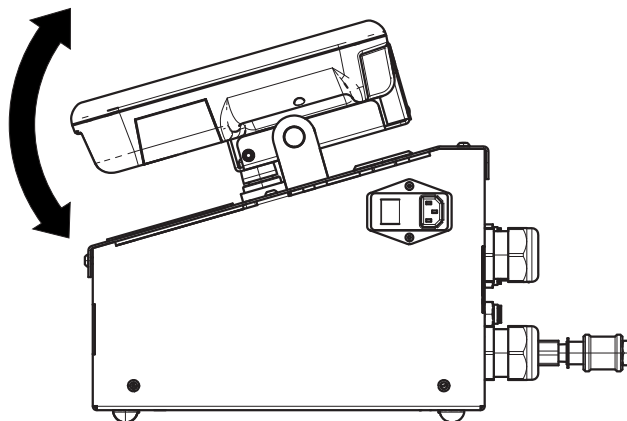

ABB. 13
2. Winkel des ADM für eine bessere Sicht einstellen. Siehe ABB. 13.